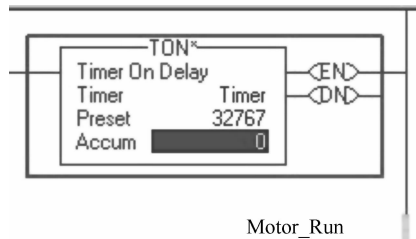

图 8-9 配置定时器参数
11. 按回车键。现在显示的 TON 指令应与图 8-9 所示相同的“预设值”（Preset）现在为 32767ms。保留累计值为零。现在已准备好验证所进行的编辑。